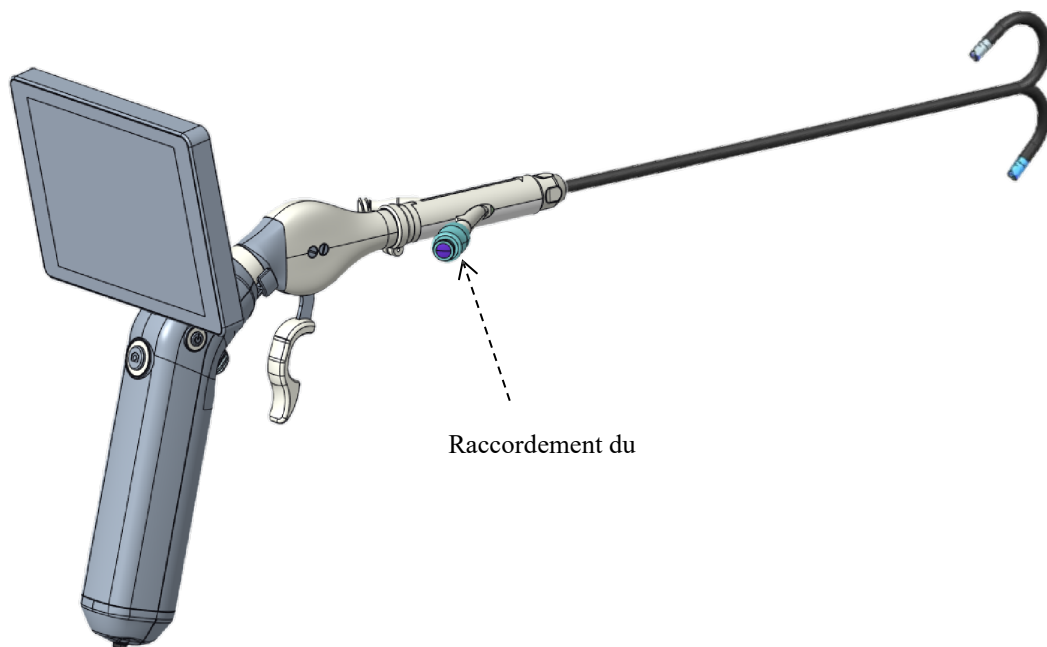

Figure 3. Raccordement du tuyau
- 5.3.3. Raccordez le tuyau reliant la source de liquide au port de connexion Luer-Lock situé sur le côté de la canule jetable du cystoscope. Voir la figure 3.